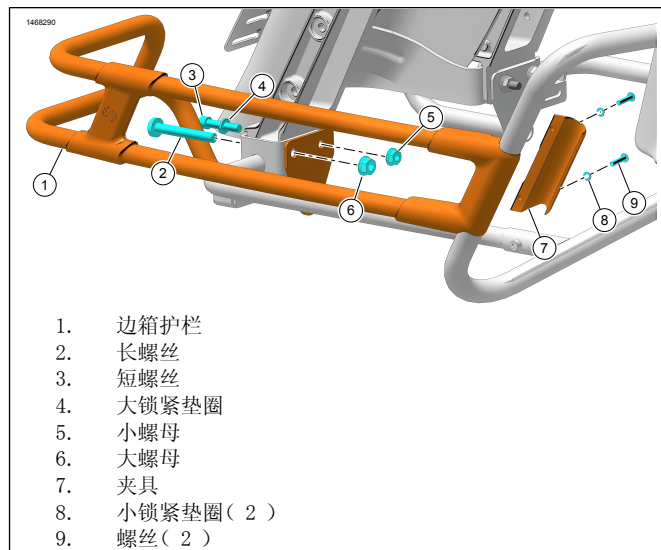

图4。边箱护栏
1. 参见图4。一次在一侧安装边箱护栏：
2. 参见图4。将前护栏安装至边箱支座。